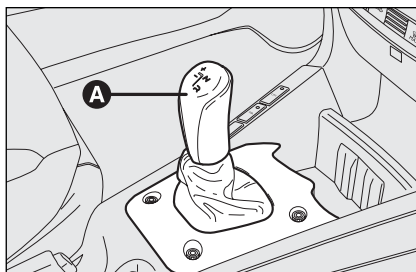

fig. 5
- ☐ a través de la palanca de mando **A-fig. 5** ubicada en la consola central;